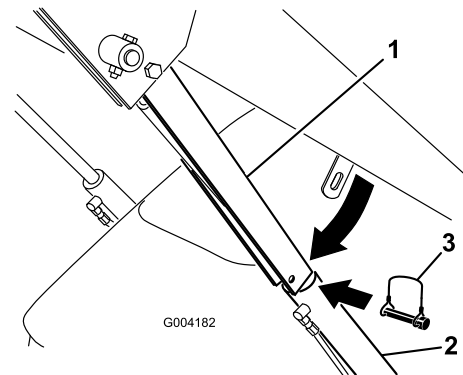

Figure 13
4. Enlevez la goupille fendue et l'axe de chape qui fixent le verrou de vérin au bras de chargeuse (Figure 13).
5. Abaissez le dispositif de verrouillage sur la tige du vérin et fixez-le en position à l'aide de l'axe de chape et de la goupille fendue (Figure 13).